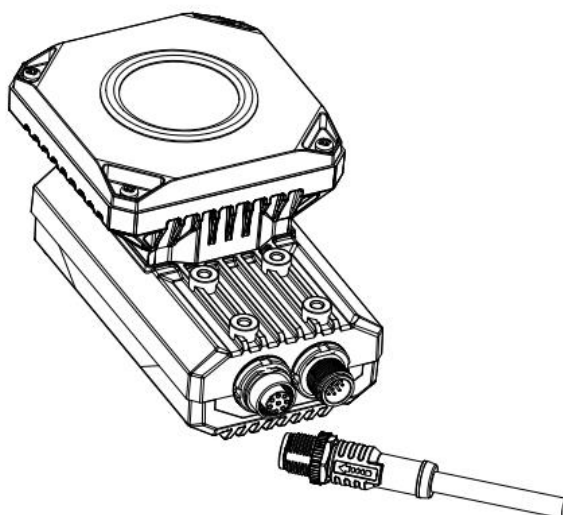

图2-3 设备网口接线
2. 使用航插转 RJ45 千兆网线将设备与交换机或者网卡正常连接，如图 2-3 所示。